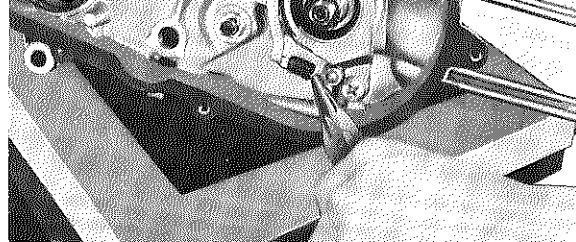

Fig. 3-4-13
5. Install the shift cam stopper. (Fig. 3-4-13)
5. Installer le mécanisme d'arrêt au point mort du barillet de sélecteur (Fig. 3-4-13).
5. Nun den Anschlag der Schalttrommel einbauen. (Fig. 3-4-13)